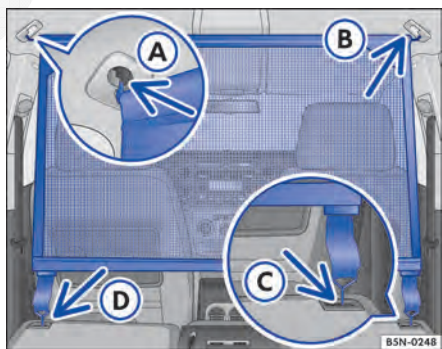

Fig. 103 No compartimento de bagagem: instalar a rede divisória.
- Encaixar a barra transversal da rede divisória no alojamento ⇒ Fig. 103 (A) do teto.
- Comprimir a barra transversal e encaixar no alojamento (B) do teto.
- Prender o gancho dos cintos de fixação nos suportes (C) e (D) nos encostos dos bancos traseiros.